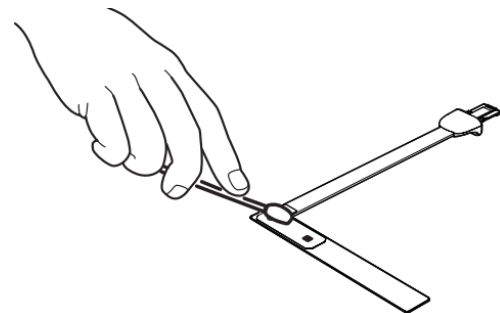

Fig. 15-8 Colocación sensor NEO/PT.
1. Consulte la Fig. 15-8. Para pieles sensibles, se puede disminuir o eliminar la pegajosidad del adhesivo de grado médico embadurnando las áreas adhesivas con una mota de algodón o gasa.